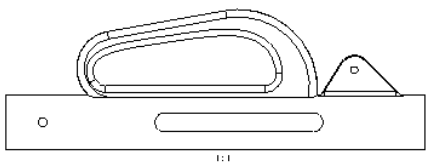

图 10.4.2 主视图
下面介绍如何创建 **body.prt** 零件模型主视图, 如图 10.4.2 所示。操作步骤如下:
(3) 图 10.4.2 中所示的主视图已经被切换到线框显示状态，切换视图的显示方法与在建模环境中的方法是一样的，还有另一种方法后面会详细介绍。
择“右”，再选取图 10.4.7 中的模型表面。这一步操作的意义是使所选模型表面朝向屏幕的右边。此时模型按前面操作的方向要求，以图 10.4.2 所示的方位摆放在屏幕中。